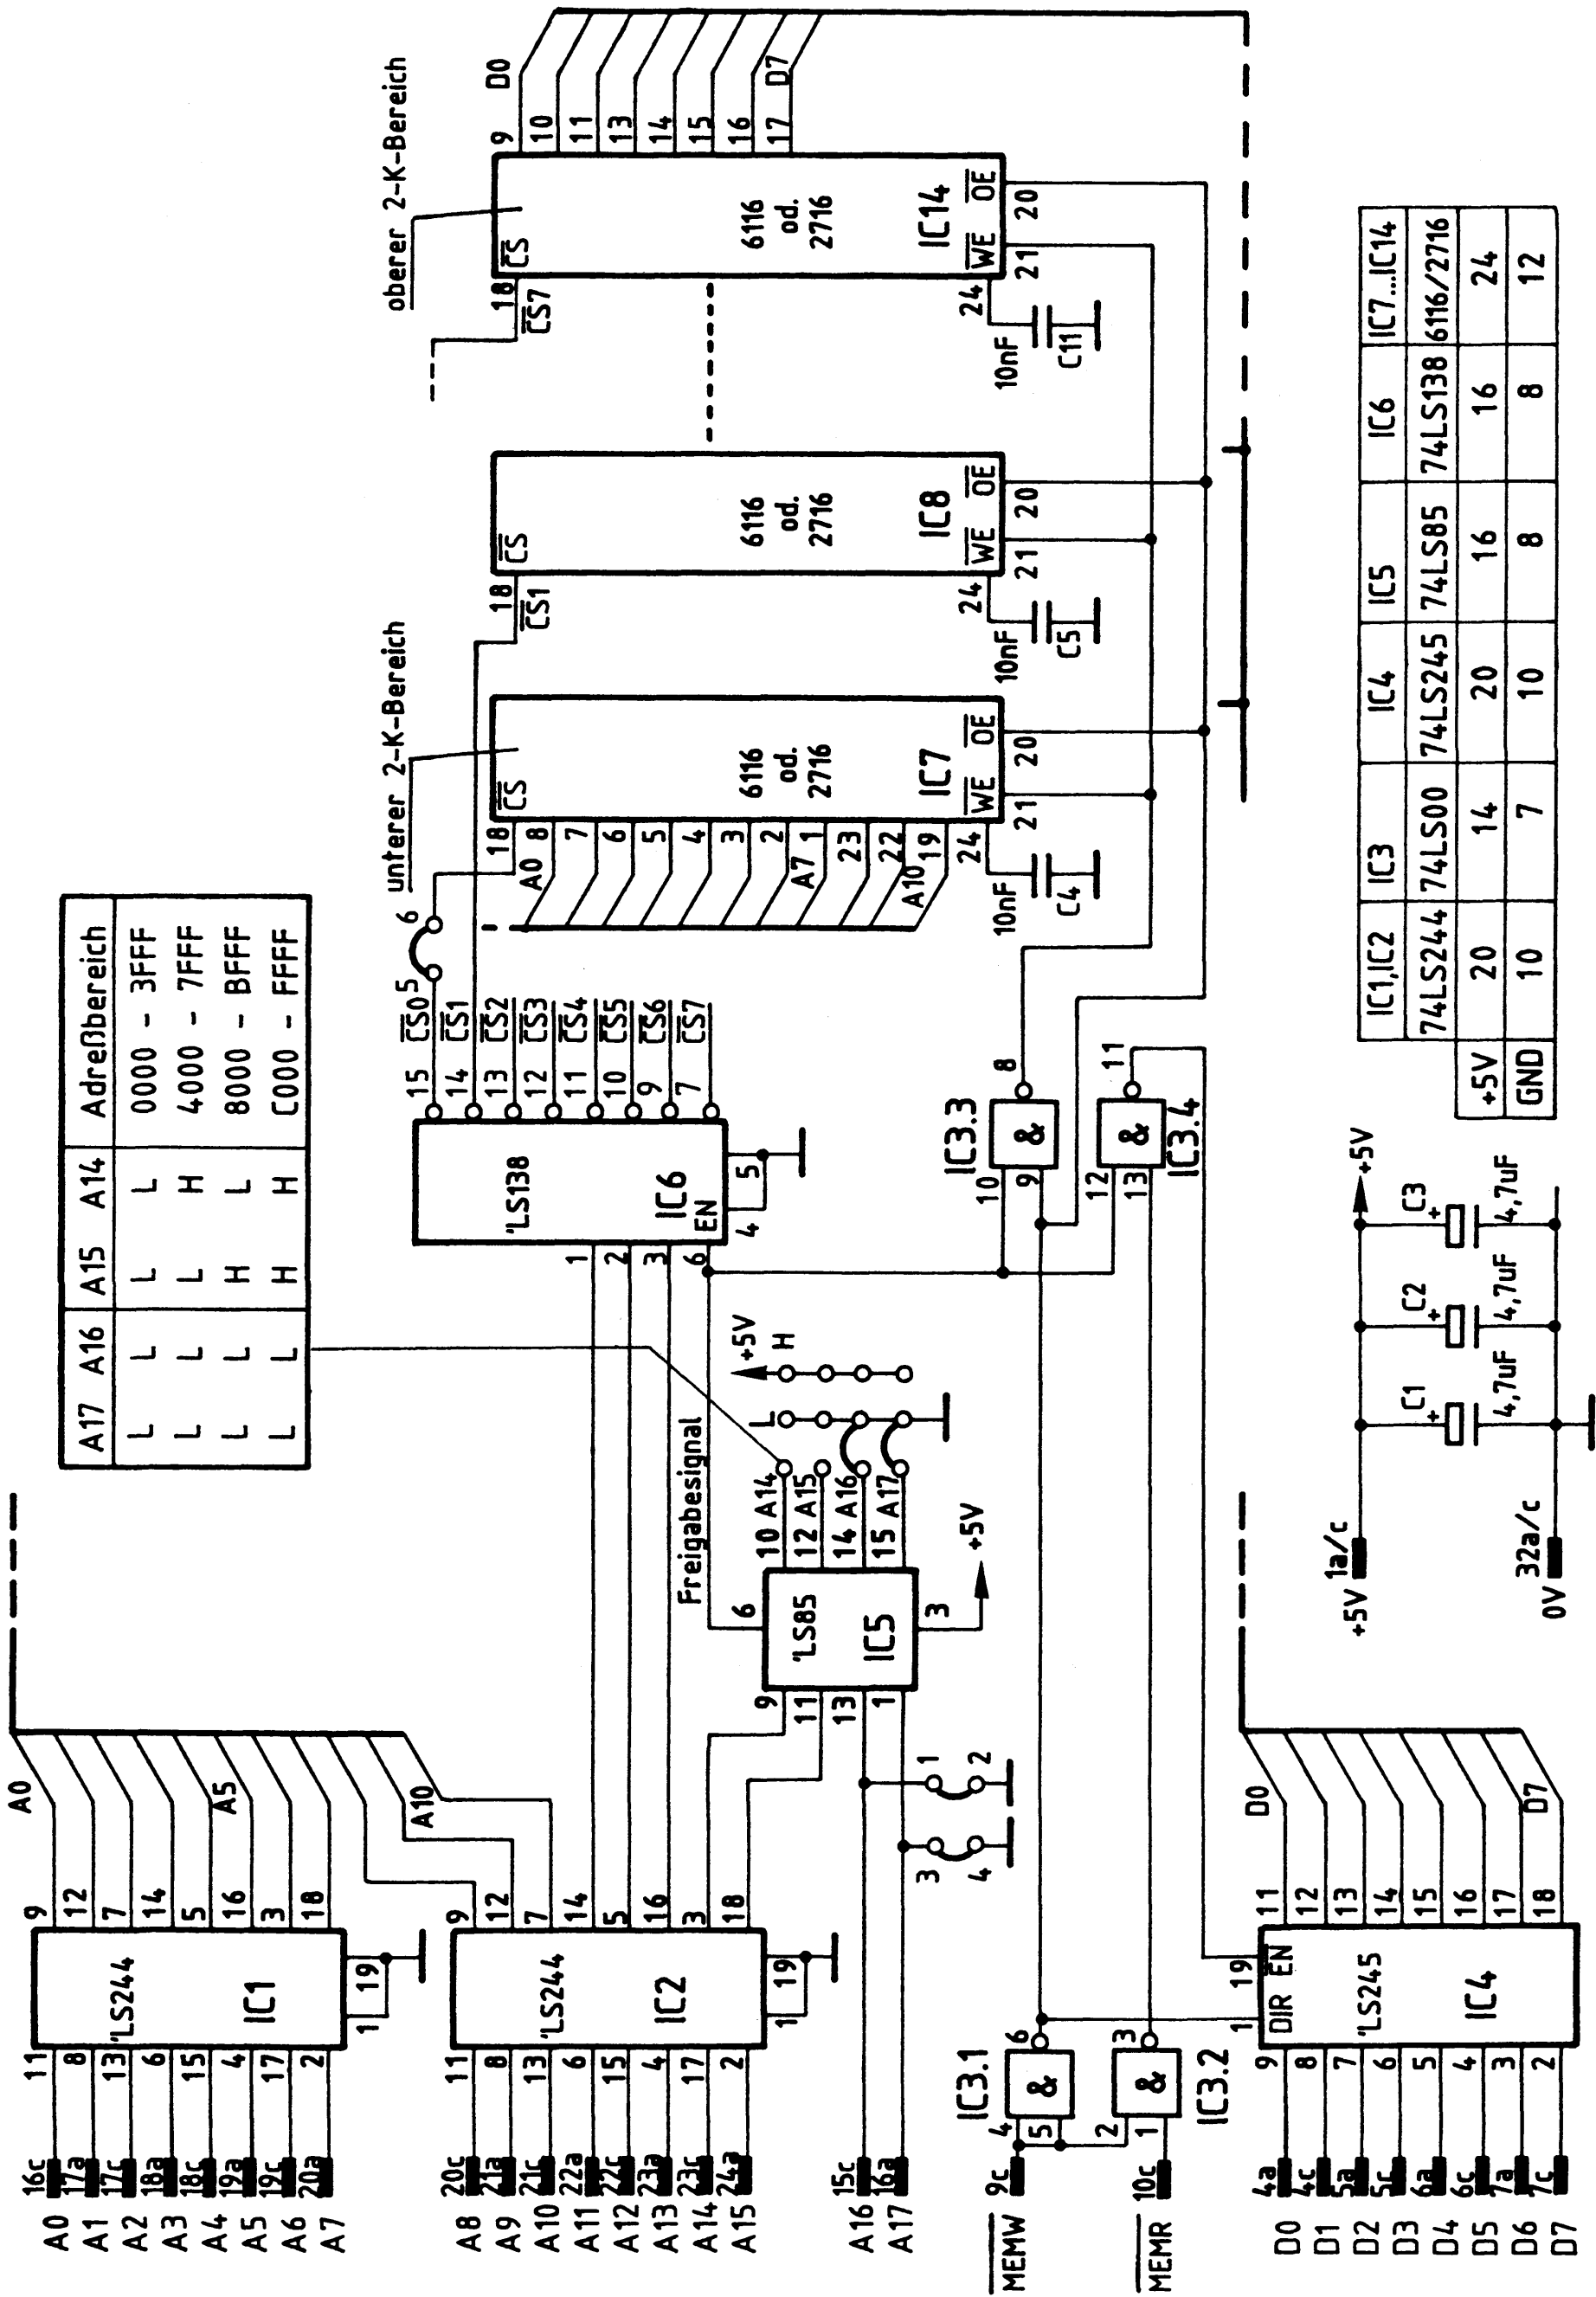

Bild 1: Stromlaufplan 16-K-RAM/EPROM
Die Urlader-Einrichtung ist eine Erweiterung der 16-K-RAM/EEPROM-Baugruppe und auf dem Layout der Leiterplatte bereits vorbereitet. Bild 1 zeigt den Stromlaufplan der Baugruppe ohne, Bild 7 mit Urladereinrichtung.
Bild 1 zeigt den Stromlaufplan der Baugruppe. Sie sollten diesen Plan bei allen folgenden Erklärungen mitbenutzen.
Der 1-aus-8-Decoder 74 LS 138 (Bild 1) dient zur Auswahl der Speicherbausteine. Er decodiert die Adreßsignale A11...A13. Sein Enable-Eingang (EN) wird vom Freigabesignal des 4-Bit-Komparators 74 LS 85 aktiviert.
Mit Hilfe der Speicher-Steuereingänge  $\overline{CS}$ ,  $\overline{WE}$  und  $\overline{OE}$  (Bild 1) werden die Speicher gelesen (EPROM) oder gelesen und beschrieben (RAM) oder gesperrt. Die hierzu an den Steuereingängen erforderlichen Pegel können Sie der Tabelle in Bild 3 entnehmen. Von den fünf dargestellten Signalkombinationen kommen im MFA-MC-System nur die Kombinationen 2, 3 und 5 vor.